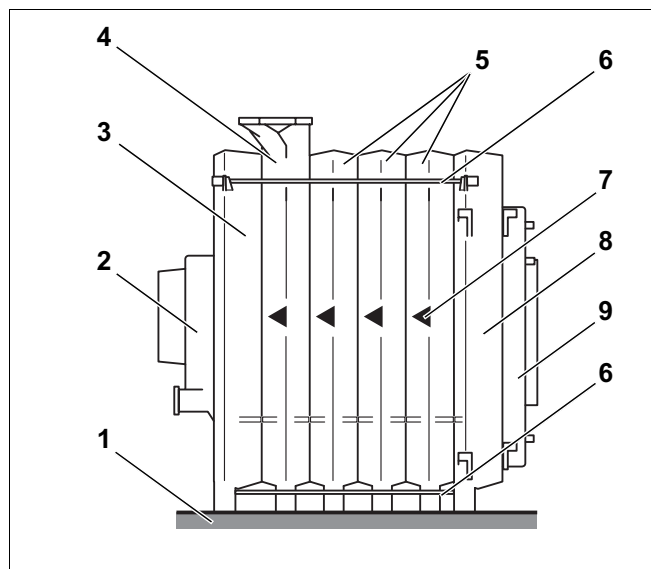

Fig. 5 Kjelblokk
Det er en fordel å plassere kjelen på et 5–10 cm høyt fundament (fig. 5, **pos. 1**). Dette fundamentet må være helt jevnt og vannrett. Kjelens fremre kant skal ligge i flukt med fundamentets kant.
Ved montering av kjelblokken skal man alltid starte bakfra og arbeide seg fremover, med bakelementet som første del (fig. 5, **pos. 3**). Forelementet (fig. 5, **pos. 8**) er alltid det siste elementet som monteres.
Under sammenbyggingen skal det tas hensyn til innbyggingsretningspilene (fig. 5, **pos. 7**) og stillingen til midtelementet med turstuss oppe (fig. 5, **pos. 4**) og anvisningene og figurene nedenfor skal følges!
Forklaring (fig. 5):